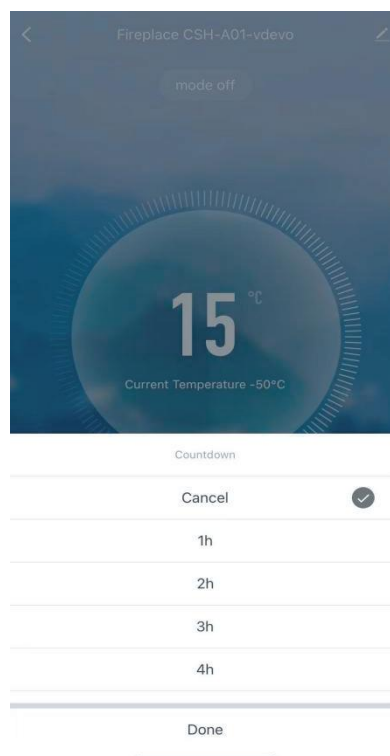

figura 8
3. Premere il pulsante Countdown per selezionare un intervallo compreso tra 1 e 8 ore, come mostrato nella figura 8